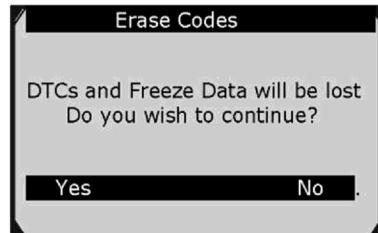

Рисунок 5-7
3. В случае нажатия кнопки **Yes [Да]** или **OK** появится сообщение с просьбой подтвердить выбор. См. рисунок 5-7.